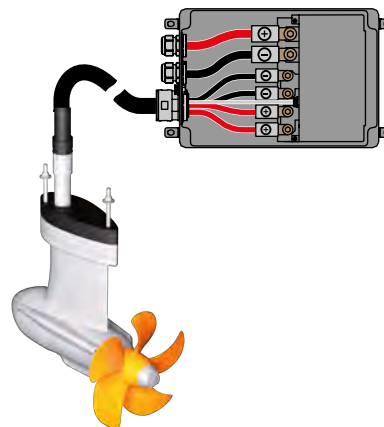

Fig. 51: Cablaggio box elettronica
1. Allentare le viti (1) del box elettronica, in modo da poterlo aprire.
4. Collegare i cavi di potenza ai rispettivi poli (rosso = +, nero = -; 10 Nm), **vedere "Fig. 51: Cablaggio box elettronica"**.
5. Collegare il cavo del motore al collegamento di comando del motore (6).